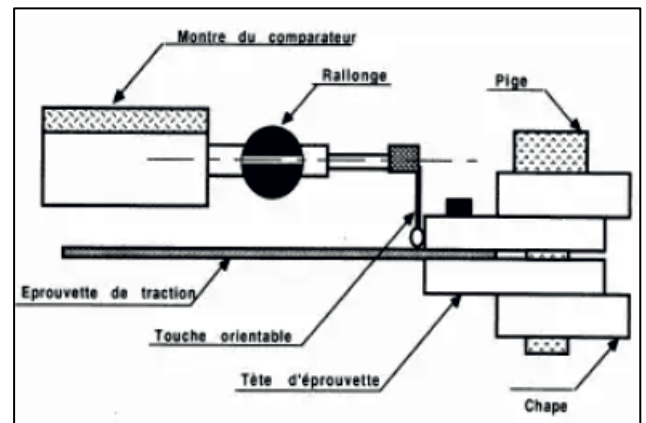

Figure 6 Positionnement du comparateur
- 5 Positionner les touches des comparateurs de mesure de déplacement n°5 et n°6 sur l'extrémité des têtes d'éprouvette en s'assurant que les touches sont orientées perpendiculairement à l'axe de déplacement des comparateurs en respectant la figure 6.